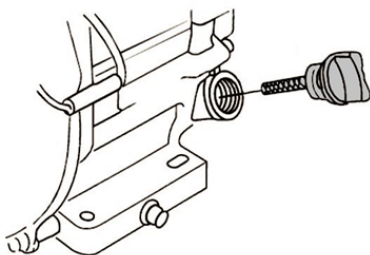

Рис. 6 Крышка-шуп маслозаливной горловины
2. Открутите крышку-шуп маслозаливной горловины и извлеките шуп (Рис. 6).
2. Выкрутите крышку-щуп маслозаливной горловины и извлеките щуп (Рис. 6).